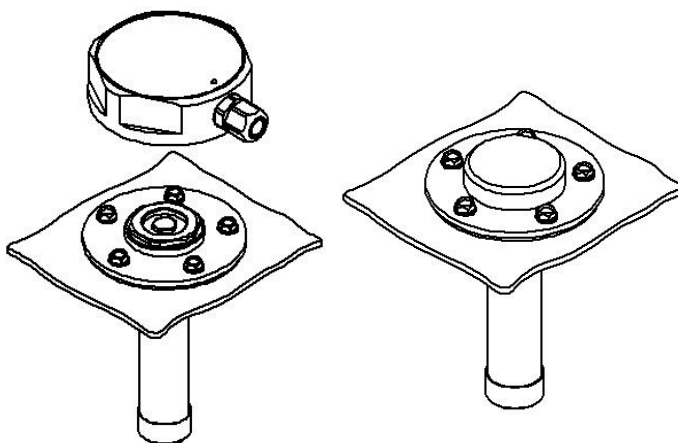

Рис. 4.1 - Частичный демонтаж датчика уровня топлива и установка крышки-заглушки
4.2.1.1.1 Частичный демонтаж датчика выполняется в следующей последовательности (рис. 4.1):
- при необходимости частично завернуть втулку зонда датчика во фланец, как показано на рис. 4.1.